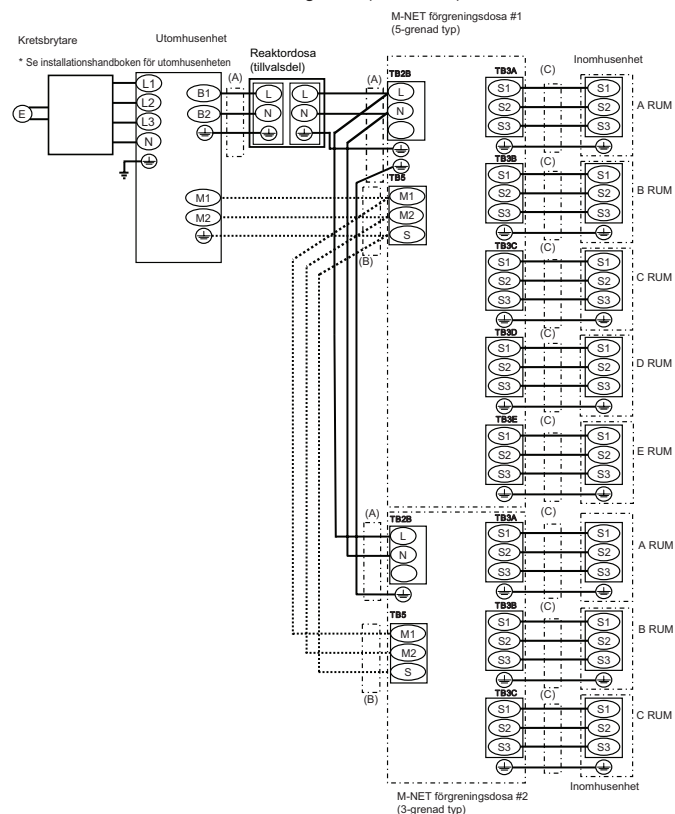
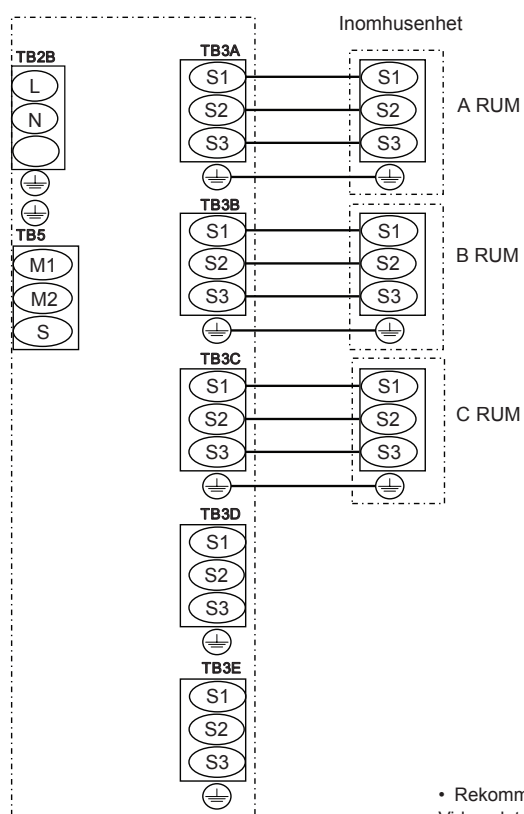

Fig. 8-8
Fig. 8-9
3. Anslut respektive kabel ordentligt till korrekt kopplingsplint. (Fig. 8-8)
8.2. Externt kopplingsförfarande (Fig. 8-8, Fig 8-9)